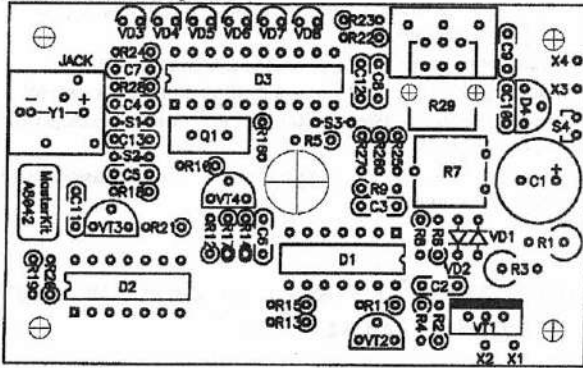

Рис.3 Расположение элементов на печатной плате
- Отформуйте выводы элементов (резисторов, конденсаторов) установите их на плате в соответствии с монтажной схемой (см. рис.3.).